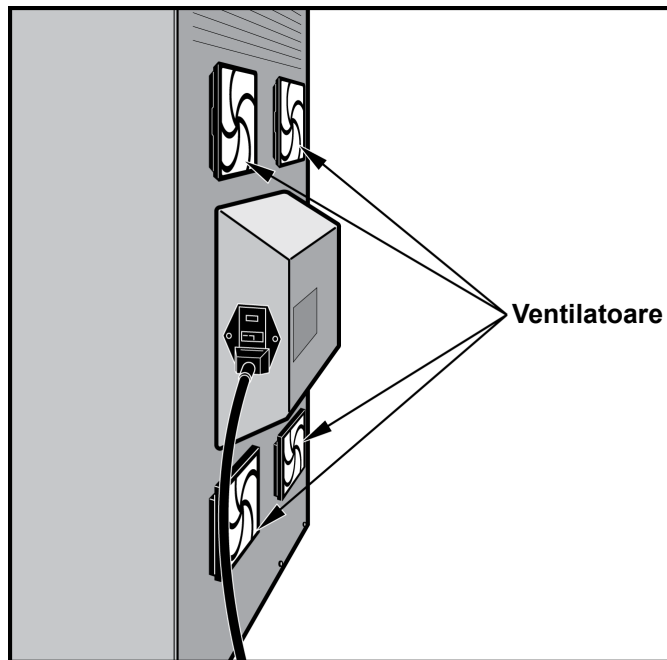

Figura 9-18. Instrument GeneXpert GX-XVI R1 poziționat pentru accesul la ventilatoare
Curățați filtrele ventilatorului săptămânal sau mai frecvent, dacă este necesar. Există patru filtre de ventilator pe GeneXpert GX-XVI R1. Locația filtrelor ventilatorului este pe spatele GX-XVI R1. Consultați Figura 9-18. Materialele necesare pentru procedură sunt următoarele:
3. Dacă spațiul de acces din partea din spate a instrumentului nu este suficient, glisați instrumentul astfel încât să puteți accesa cu ușurință capacele filtrului. Consultați Figura 9-18.